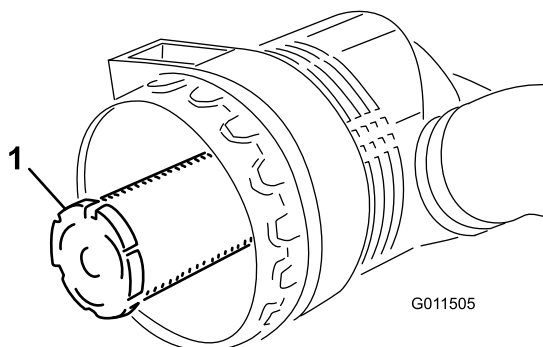

図 75
**重要** 安全フィルタ図 75は絶対に洗わないでください。安全フィルタは、主フィルタの3回目の整備時に新しいものと交換してください。